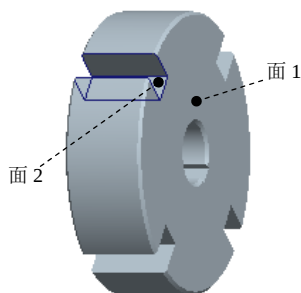

图 3.4.6 模型的定向
② 在对话框的 **参考1** 下拉列表中选择 **前** 选项,在图形区中选择图 3.4.6 所示的面 1;该步操作的意义是将所选模型表面放置在前面,即与屏幕平行的位置。
(2) 定义放置参照 2。在对话框的 **参考2** 下拉列表中选择 **上** 选项,在图形区中选取图